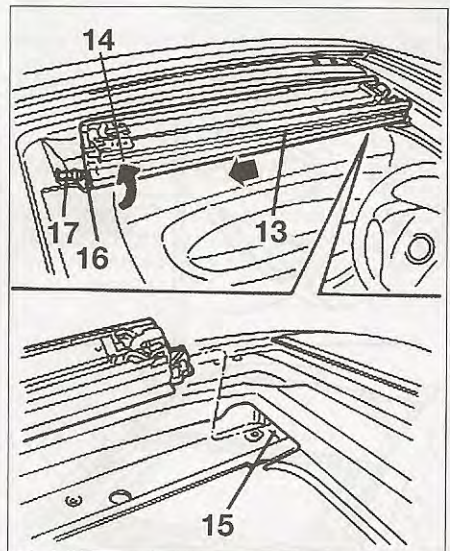

FIG. 60
- Desde el techo del vehículo, retroceder un poco el patín (13) y hacerlo girar ligeramente en el sentido de la flecha (14) (fig. 60).
- Desmontar a continuación el patín separando su parte delantera del alojamiento (15) del chasis y extrayendo el cable de transmisión (16) de la funda (17).